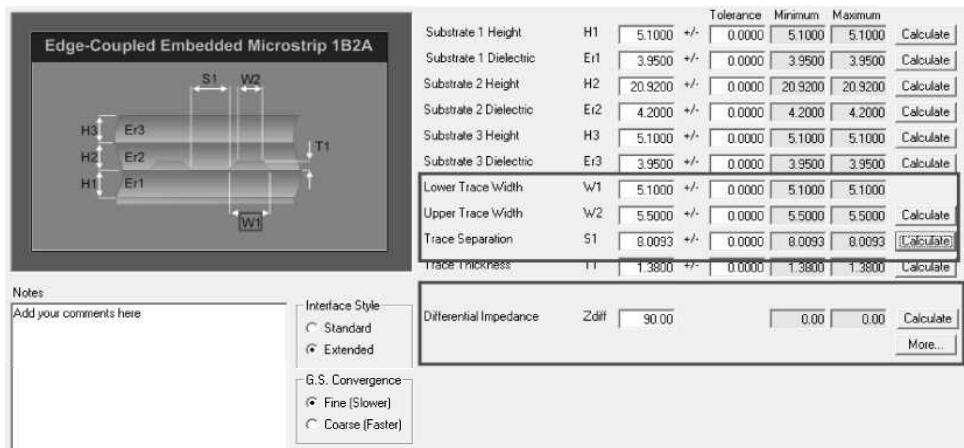

图 10-56 90 欧姆差分阻抗计算结果
(4) 需要计算内层（以第 3 层为例）90 欧姆差分阻抗走线线宽与间距，如图 10-56 所示，选择内层差分阻抗模型，根据压合层叠数据，填入已知参数，然后可以通过阻抗要求，调整线宽和间距，分别计算，考虑到板卡设计难度，微调阻抗在准许范围之内即可。